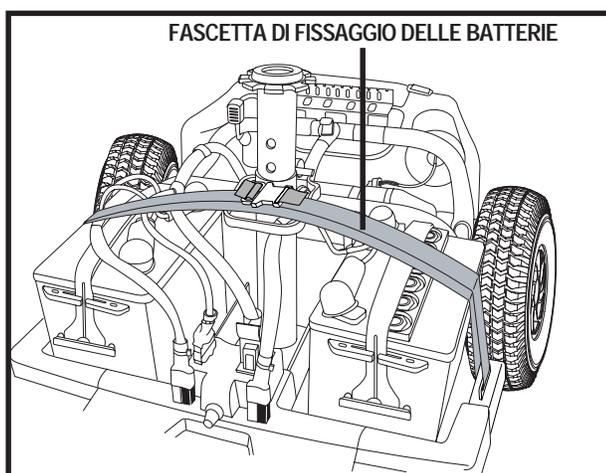

Figura 13C. Fascetta di fissaggio delle batterie
2. Scollegare la fascetta di fissaggio delle batterie. Vedere figura 13C.